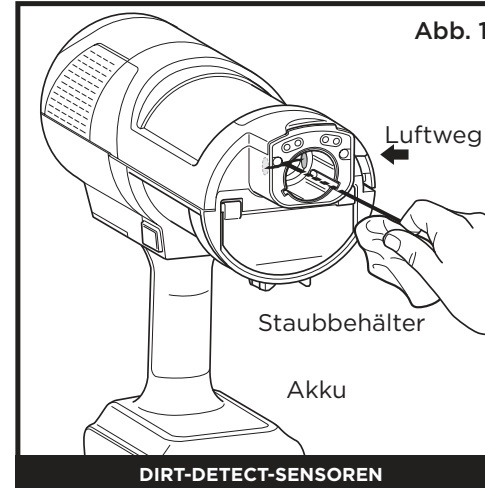
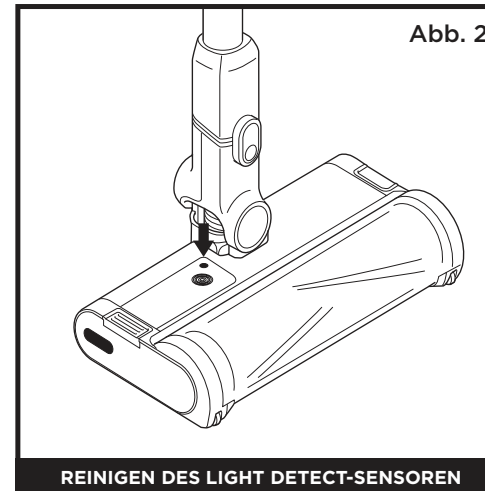

Abb. 1
Abb. 2
Reinigen der Sensoren (Abb. 1):
2. Suchen Sie den DirtDetect-Sensoren in der Düse des Handstaubsaugers (Abb. 1), den LightDetect-Sensoren oben auf der Düse (Abb. 2) und den EdgeDetect Sensoren an der Seite der Düse (Abb. 3).